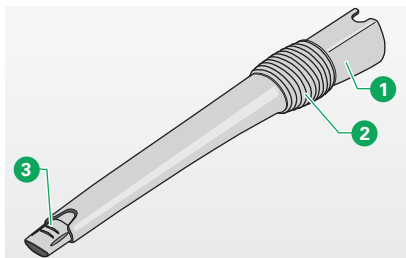

Bild 3.36 Variodüse
- Setzen Sie den Stutzen (Bild 3.36, Pos. 1) der Variodüse an den Handgriff des Elektro-Saugschlauchs an.
Die Variodüse hat ein Gelenk (Bild 3.36, Pos. 2), sodass Sie im 90-Grad-Winkel saugen können. Mit der verlängerbaren, flexiblen Spitze 3 kommen Sie selbst in schwer erreichbare Ecken und enge Stellen. Außerdem können Sie einen der Aufsätze auf die Spitze 3 setzen, den Bohraufsatz oder den Pinselaufsatz.